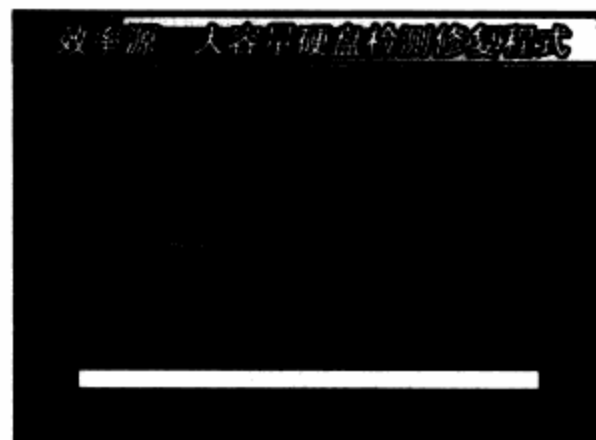

图9-24 硬盘高级检测界面
**步骤 05** 工作主界面的第2项是“硬盘高级检测”，选择后按Enter键，出现的界面如图9-24所示。其检测时很费时间。当确定硬盘在10GB以后有坏道时，可以输入10GB，表明从10GB开始检测，这样可以节省时间。